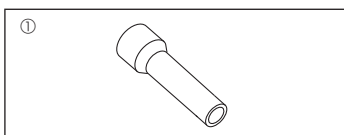

Fig. 1-1
1.6. Tillbehör till utomhusenheten (Fig. 1-1) (ZRP200/250, P200/250)